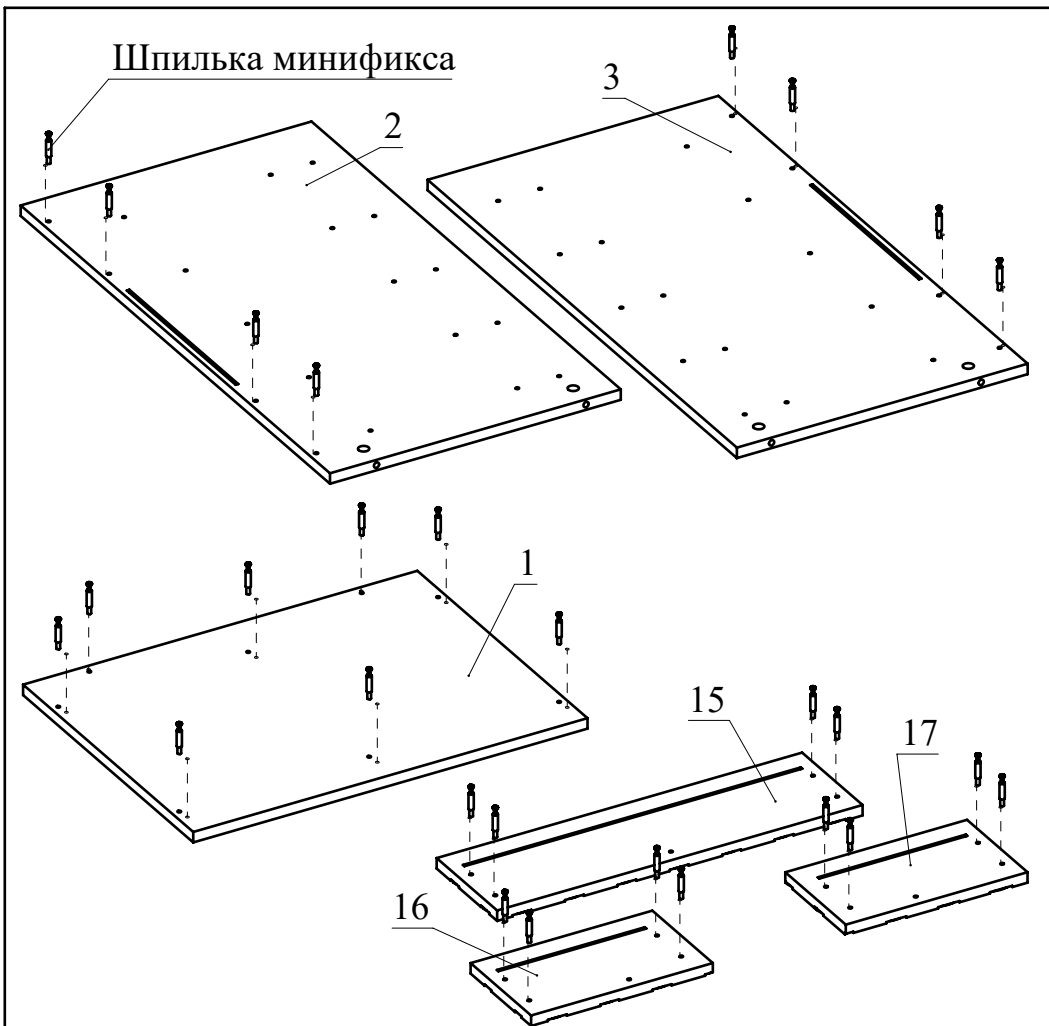

Рис.1
1. Вкрутите шпильки минификсов в детали 1, 2, 3, 15, 16, 17 (Рис. 1).